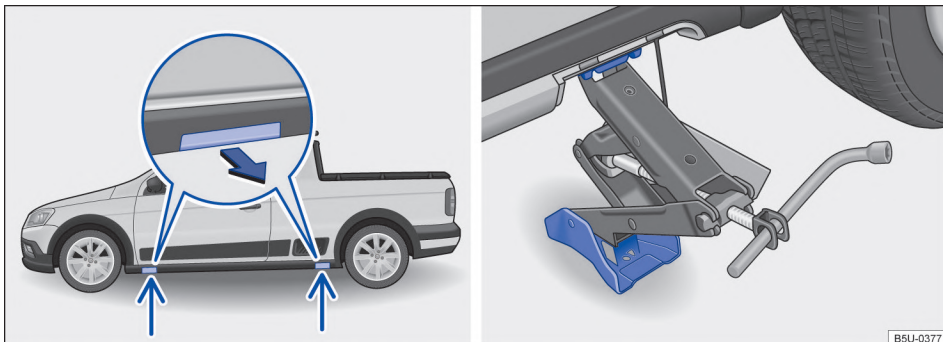

Fig. 206 Puntos de apoyo del gato y gato colocado en el lado izquierdo trasero del vehículo - vehículos con estribos exteriores.
El gato únicamente se puede colocar en los puntos de apoyo indicados (cubierta extraíble) → fig. 206. Es válido el punto de apoyo ubicado próximo a la rueda correspondiente → ⚠.
7. Desencajar la cubierta de acceso al punto de apoyo del gato, en el sentido de la flecha → fig. 206.
9. Garantizar que la base del gato, con toda su superficie, esté sobre el piso y que la base se encuentre perpendicularmente por debajo del punto de colocación → fig. 206.
10. Alinear el gato y, simultáneamente, levantar la garra del gato hasta que se encaje en el travesaño debajo del vehículo → fig. 206.
- Posicionar el gato únicamente en los puntos indicados. La garra del gato debe encajarse en el perfil del larguero de forma segura → fig. 206.